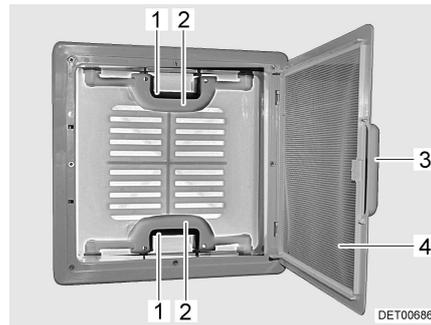

Fig. 31 Lanterneau à pousoirs
- Tirer sur la poignée (Fig. 31,3).
- Rabattre la moustiquaire (Fig. 31,4) vers le bas.
- Appuyer sur le verrou (Fig. 31,1) vers l'intérieur du lanterneau. Pousser le lanterneau simultanément vers le haut par la poignée (Fig. 31,2).
- Faire basculer la moustiquaire (Fig. 31,4) vers le haut jusqu'à ce qu'elle s'enclenche.
- Tirer fortement le lanterneau vers le bas par les deux poignées (Fig. 31,2) jusqu'à ce que les deux pousoirs (Fig. 31,1) s'encliquettent.